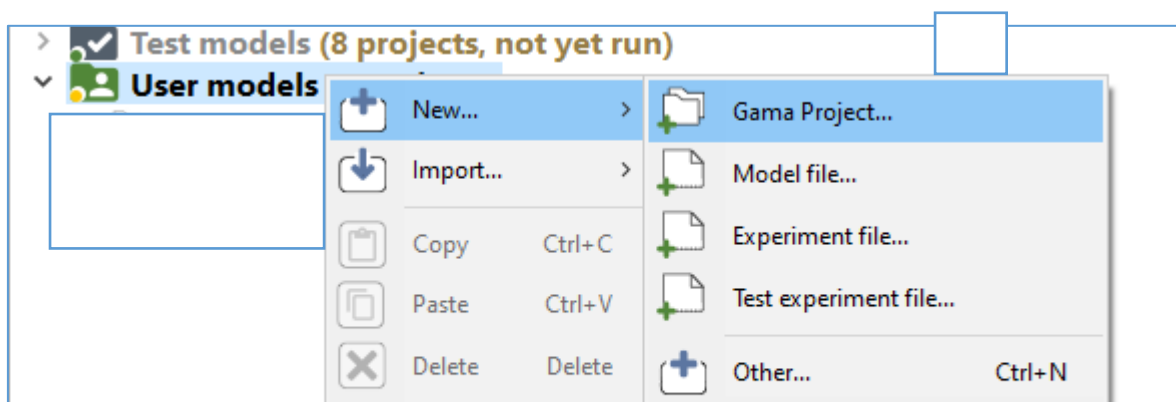

Fig.2 Création du Projet OPALE(1)
- Créer un projet nommé OPALE (majuscules requises, respectez scrupuleusement l'orthographe, pas d'autres caractères que O,P,A,L,E, sinon cela plantera !) : Clic droit sur User models , New ; Gama Project... (fig. 2).